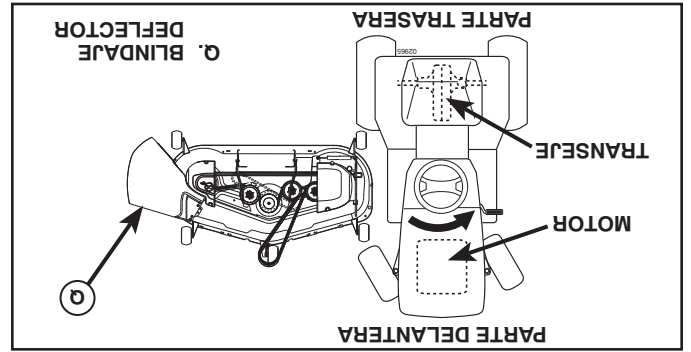

Fig. 25
3. GIRE EL VOLANTE HACIA LA IZQUIERDA Y UBIQUE LA CORTADORA DE CÉSPED EN SU LUGAR (Vea Fig. 25)
- Gire el volante completamente hacia la izquierda y ubique la cortadora de césped en el lado derecho del tractor con el blindaje deflector (Q) a la derecha.